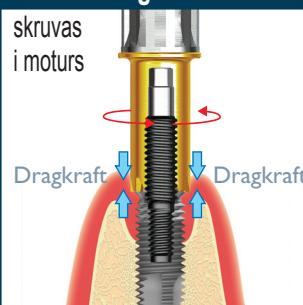

Fig. 5
- När fixturutdragarskruven är på plats (fig. 4) kan fixturutdragaren (fig. 5) skruvas fast för hand på skruven i **moturs** riktning.